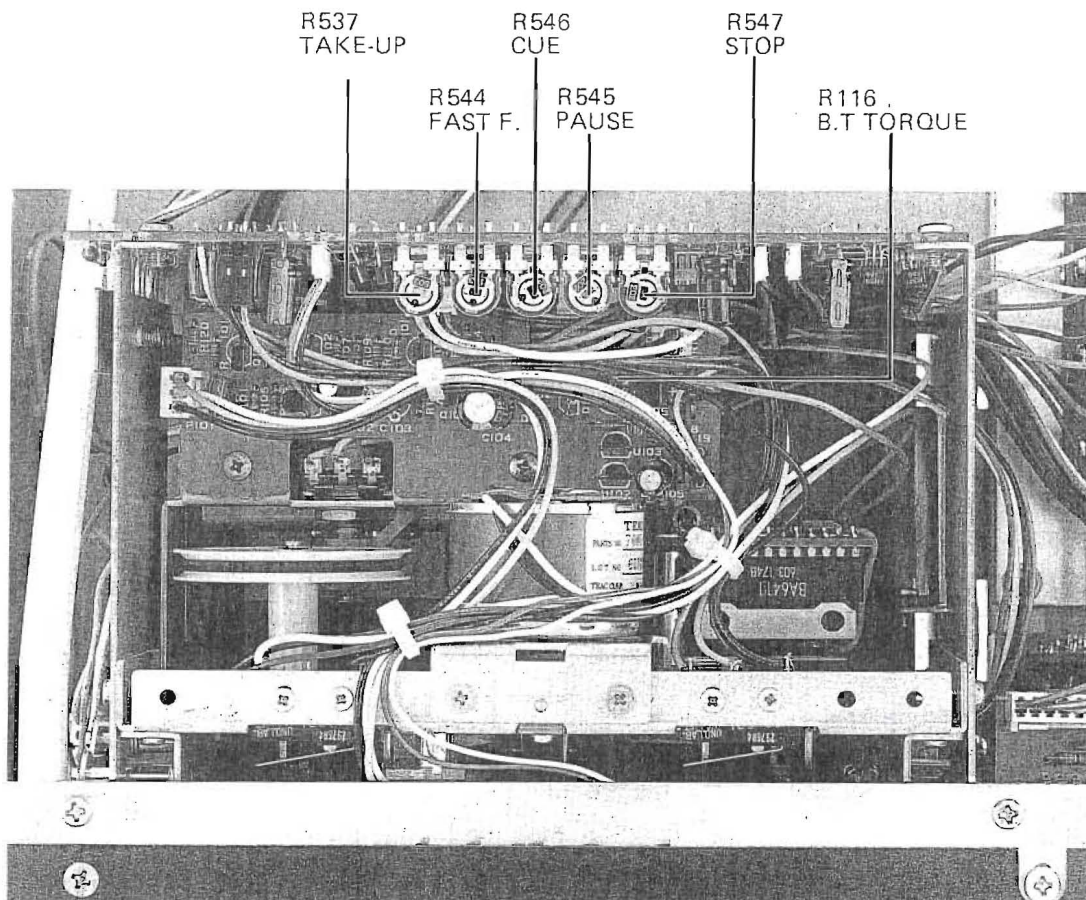

Fig. 5-6
1. Run the deck in the F.F. (fast forward) or REW (rewind) mode and adjust the trim pot R544 (Fig. 5-6) so that the following two conditions are obtained.
1. ストップ・モード時に、ヘッド・ベースが最も下方にくるように半固定抵抗 R547 (図5-6) を調整する。
1. F.F (早送り) または RWD (早巻戻し) モード中に下記の状態が得られるように半固定抵抗 R544 (図5-6) を調整する。
Make sure cue signal is developed when the FF or REW button is pushed with the PAUSE mode set. If the cue signal is not developed or the level is excessively low, adjust the trim pot R546 (Fig. 5-6).
ポーズ・モードにしてFFボタンまたはREWボタンを押した時にキュー信号が出るかどうか確認する。キュー信号が出ないかまたは信号レベルが極端に低い場合は、半固定抵抗R546 (図5-6) を調整する。
2. If the back tension torque is out of limits, adjust the trim pot R116 (Fig. 5-6).
3. If the take-up torque is out of the limits, adjust the trim pot R537 (refer to Fig. 5-6).
2. バックテンション・トルクが規定値から外れている場合は半固定抵抗 R116 (図5-6) を調整する。
3. もしテイクアップ・トルクが規定値から外れている場合は、半固定抵抗 R537 (図5-6参照) を調整する。